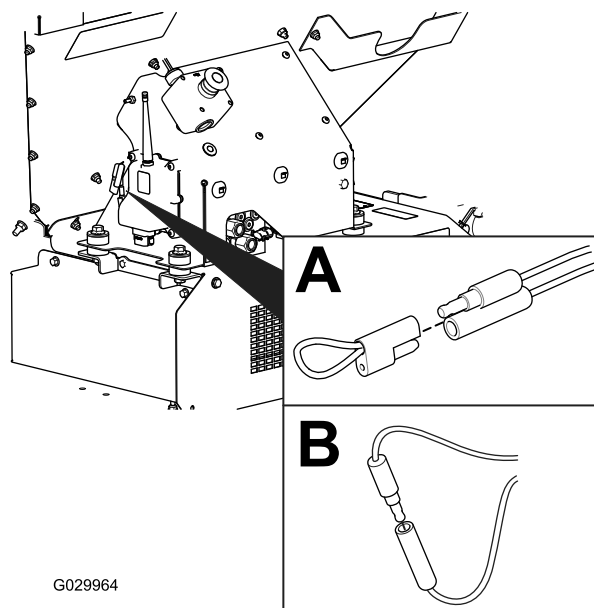

Figura 59
2. Tirate via il cappuccio fisso dei due connettori di derivazione di diagnostica (Figura 59, A).
3. Collegate i connettori di derivazione di diagnostica tra loro (Figura 59, B).
2. Scollegate i connettori di derivazione di diagnostica (Figura 59, B).
3. Premete il cappuccio fisso sui due connettori di derivazione di diagnostica (Figura 59, A).